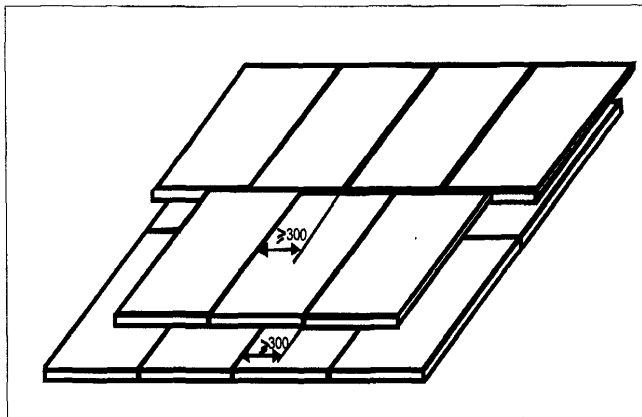

Рис.1 Схема укладки тепло-звукоизолирующих пенополистирольных плит
**5.37** Кварцевый песок рассыпают по поверхности и разравнивают рейкой, начиная от стены, противоположной входу, и последующим уплотнением, а пористо-волокнистые и вспененные материалы укладывают насухо с обеспечением надёжного примыкания к основанию и плотности стыков. Не допускается образование перекрёстных швов пенополистирольных плит. При использовании двух и более слоёв совпадение швов по вертикали не допускается. В связи с этим рекомендуется укладка слоёв со смещением плит не менее чем на 300 мм в поперечном направлении (рис.1).